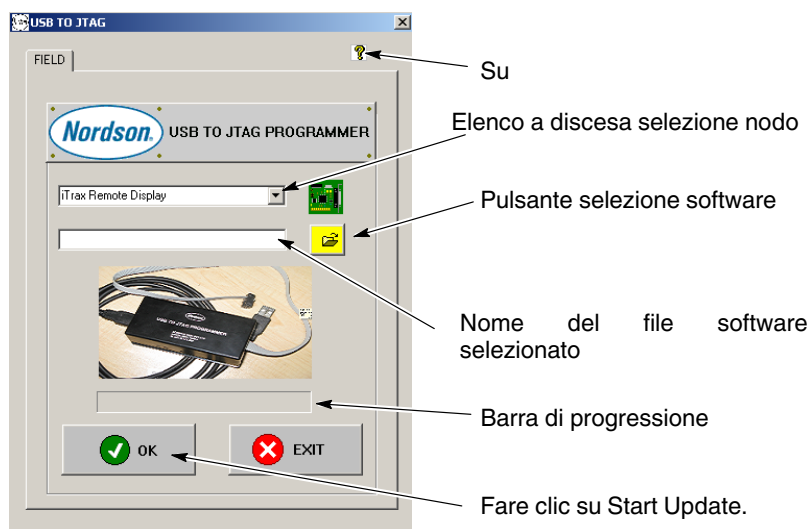

Figura 8 Casella menu controllo da USB a JTAG
3. Per eseguire l'applicazione da USB a JTAG fare doppio clic sull'icona di applicazione sul desktop o sul file USB-Jtag.exe. Vedi figura 8.